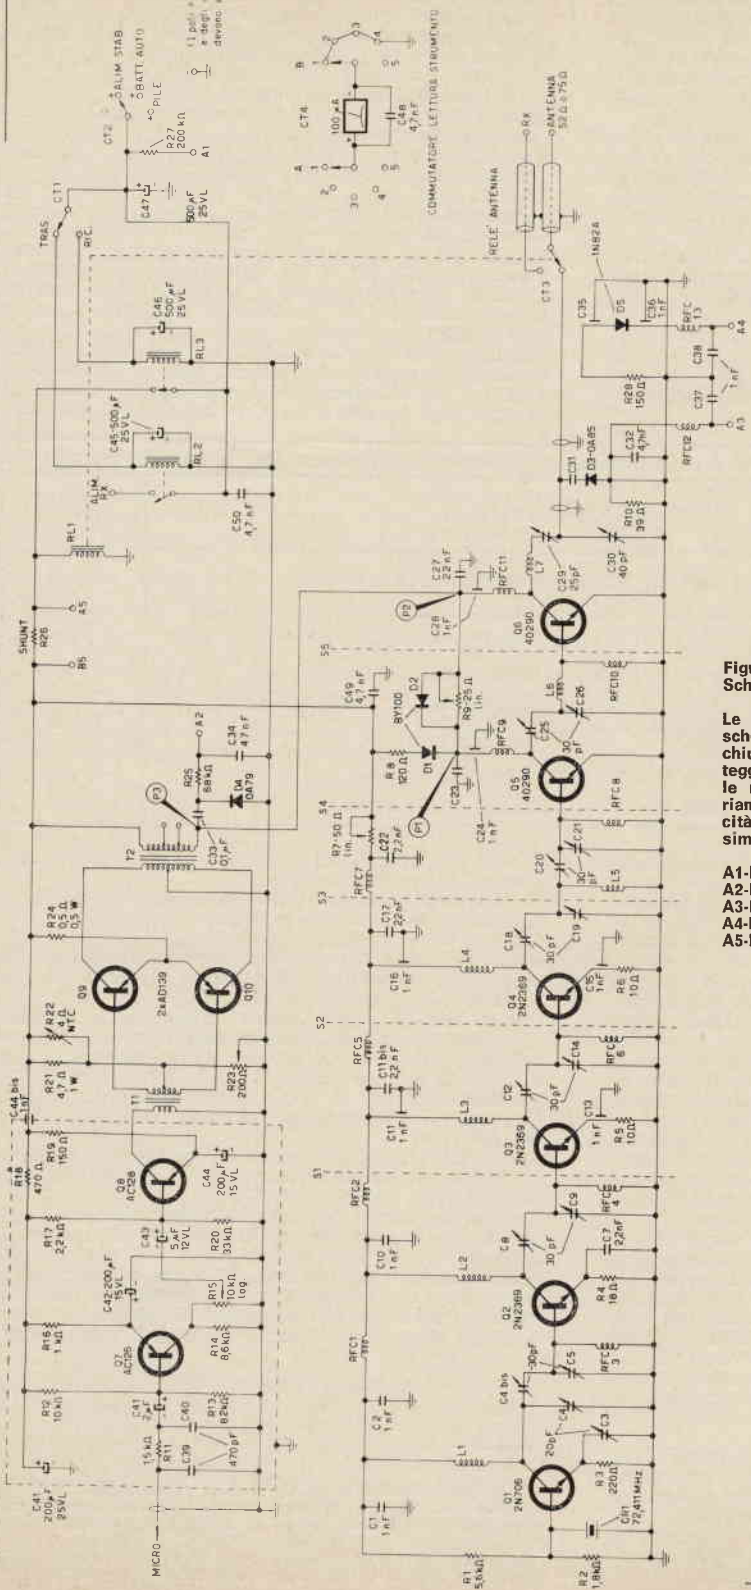

Figura 3
L'oscillatore quarzato a 72 MHz è di tipo classico e viene polarizzato in modo che, con una tensione di collettore di 12,5 V, abbia una corrente di collettore tra 8 e 9 mA. Le resistenze R1 e R2 (figura 3) che polarizzano la base di Q1 e la resistenza di emittore R3 sono state calcolate per soddisfare a questa condizione.
L'accoppiamento allo stadio successivo viene fatto mediante C4 e C5 che permettono una facile regolazione del trasferimento della potenza al duplicatore (Q2, figura 3).
Per ottenere il massimo rendimento dello stadio duplicatore è necessario ottenere un angolo di rotazione della corrente di collettore appropriato (tra 80° e 100°). Per questo è stato scelto un valore di R4 (figura 3) di 18Ω (resistenza antinduttiva) che è risultato praticamente il migliore dal punto di vista del rendimento in duplicazione. Il circuito d'accordo dello stadio duplicatore (L2, C8 e C9 figura 3) viene accordato a 144 MHz e come già detto si passa allo stadio successivo mediante l'accoppiamento capacitivo C8 e C9.
Tra Q2 e Q3 e tra Q3 e Q4 sono stati inseriti due schermi in ottone argentato (linee tratteggiate in figura 3) aventi la funzione di evitare inneschi a radiofrequenza. Sia Q3 che Q4 hanno sul circuito di emittore una resistenza da 10Ω (R5 e R6 rispettivamente) avente lo scopo di centrare l'angolo di rotazione di corrente di collettore che per gli amplificatori in classe C ha un valore ottimale di 120°.
Il circuito L1, C4, C4 bis e C5 viene accordato a 72 MHz e per il miglior trasferimento di segnale al duplicatore. Attraverso il sistema di accoppiamento capacitivo quindi si entra direttamente nello stadio duplicatore (Q2, figura 3) costituito dal 2N2369 che per motivi di sicurezza è dotato di aletta di raffreddamento a stella. Anche questo stadio, di formulazione classica, impiega lo stesso sistema di accoppiamento precedente. Si noterà la mancanza delle resistenze di polarizzazione di base.
Come si vede, l'accoppiamento tra Q3 e Q4 (figura 3) è di tipo capacitivo, mentre l'accoppiamento tra Q4 e lo stadio successivo (Q5 pilota) è di tipo a filtro di banda di progettazione non usuale.
Questa rete di accoppiamento che permette di adattare bene l'impedenza relativamente alta esistente sul collettore di Q4 a quella molto bassa di base di Q5 è costituita dai due circuiti L4, C18, C19 e L5, C20, C21 che sono separati da uno schermo (linea tratteggiata, figura 3) e che vengono accordati separatamente a 144 MHz.
L'eccitazione fornita al pilota (Q5, figura 3) viene regolata in maniera semifissa da R7 che varia la tensione di alimentazione ai primi quattro transistori (Q1, Q2, Q3 e Q4). La resistenza variabile L7 viene poi regolata in modo che con una tensione di alimentazione del ricevitore di 13 V il pilotaggio sia sufficiente a determinare una potenza di uscita dal tx di 2 watt e mezzo.
Il pilota (Q5 - 40290 RCA) è collegato con l'emittore direttamente a massa. E' importante che questa massa unitamente a quella del condensatore a pastiglia (C24, figura 3) venga saldata sullo schermo S4. Il lato freddo di RFC8 riceve il segnale di modulazione tramite una rete di diodi e resistenze che descriveremo dettagliatamente più avanti.
La sonda capacitiva (C31, D3, C39 e R10, figura 3) permette di leggere sullo strumento sistemato sul pannello frontale una tensione continua proporzionale alla tensione a radiofrequenza presente nel circuito di antenna. Essendo nota l'impedenza può quindi indicare la potenza di uscita. Il valore della capacità C31 deve essere determinato di volta in volta. Il suo valore ottimale dovrebbe essere compreso tra 1 pF e 2,2 pF.
Sul circuito di uscita è stato quindi inserito un relè d'antenna (CT3, figura 3) che pur non essendo coassiale non introduce perdite significative date le basse capacità dei contatti verso massa e la sua miniaturizzazione. E' stato controllato che questo relè (Siemens, tipo ceramico per commutazione RF) ha una perdita di inserzione sicuramente inferiore all'1% rispetto alla potenza di entrata per potenze inferiori ai 3 W.
Il rendimento globale dello stadio finale, con l'aiuto dell'accoppiatore direzionale, può essere spinto fino a superare il 75%, il che è davvero notevole. La modulazione viene applicata tramite il trasformatore di modulazione (T2, figura 3) al punto freddo di RFC10 e tramite la catena D1, D2, R8 e R9 al punto freddo di RFC8 cioè al pilota.
La funzione dei diodi è quella di modulare il pilota stesso (Q5, figura 3) solo durante i picchi positivi, come si vede dalla figura 4 a) che riporta l'immagine oscilloscopica della tensione di modulazione a 1000 Hz osservata nel punto P1.
Per confronto si può vedere la stessa immagine oscilloscopica vista in P2 (figura 3) nella figura 4 b).
La resistenza variabile R9 viene poi regolata in modo da avere la miglior forma d'onda in P2 (figura 3) e nella traccia oscilloscopica del segnale a radiofrequenza di uscita accoppiato direttamente alle placchette verticali dell'oscilloscopio stesso (8).
La resistenza variabile R9 ha la funzione di dosare la porzione di segnale modulante da iniettare come picco positivo nello stadio pilota (Q5, figura 3).
Figura 4 a) Immagine oscilloscopica tensione B.F. di modulazione (1 kHz) nel punto P1 (figura 3).
Figura 4 b) Immagine oscilloscopica tensione B.F. di modulazione (1 kHz) nel punto P2 (figura 3). Nei punti contrassegnati \* si può notare un piccolo tratto a pendenza più bassa di quella corrispondente all'onda perfettamente sinusoidale.
Tutti i transistori del generatore di portante ad esclusione del 2N706 (oscillatore Q1, figura 3) sono dotati di dissipatori di calore del tipo a stella come visibile dalle fotografie relative al tx. Per il transistore impiegato come finale (Q6, figura 3) il dissipatore è stato fatto costruire appositamente. Nella figura 5 è mostrata una sezione completa di tutti i dati costruttivi che può essere impiegata direttamente per la sua realizzazione pratica. Il materiale è alluminio.
Segue a questo filtro uno stadio preamplificatore (Q7, figura 3) sul cui collettore è stato inserito un potenziometro (R15, figura 3) per la regolazione della profondità di modulazione.
Il segnale di bassa frequenza proveniente da R15 passa alla base di Q8 (figura 3) che ha funzione di pilota. Il trasformatore T1 inserito sul collettore di Q8 manda infine sulle basi di Q9 e Q10 due segnali di bassa frequenza invertiti di fase l'uno rispetto all'altro.
Lo stadio finale (Q9 e Q10) funzionante come controfase in classe B è termicamente compensato tramite la resistenza NTC (R22, figura 3) che è stata posta sul radiatore di uno dei due transistori finali (elettricamente isolata) (10).
La profondità di modulazione viene indicata dallo strumento posto sul pannello frontale mediante il circuito C33, D4, R25 e C34 (figura 3). Si tratta semplicemente di un circuito di rivelazione e di un sistema di lettura della tensione continua presente ai capi del diodo rivelatore. La resistenza R25 è stata calcolata in modo che una modulazione del 100% faccia deviare l'ago del microamperometro al 70% del fondo scala.